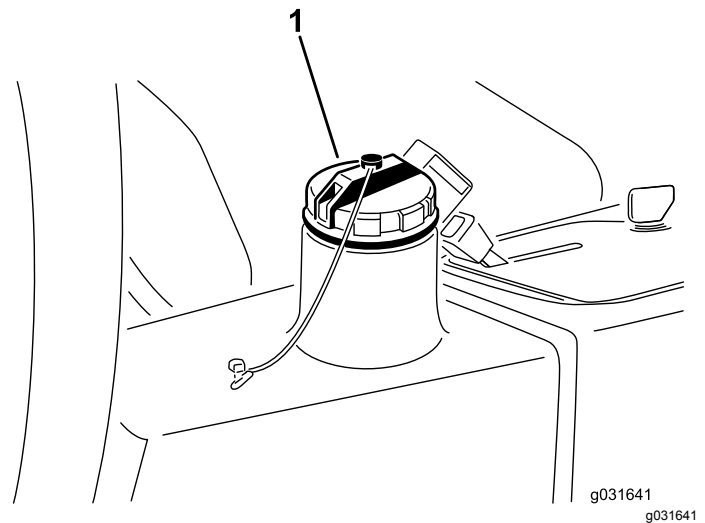

Figura 67
4. Llene el depósito (Figura 67) con aproximadamente 13,2 litros de fluido hidráulico; consulte Especificación del fluido hidráulico (página 55) y Comprobación del nivel de fluido hidráulico (página 55).